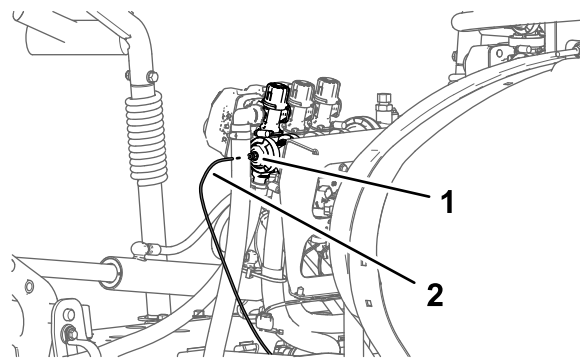

Figura 27
1. Premete sul collare per l'accoppiatore del tubo sul tappo terminale della valvola di sezione delle barre di destra (Figura 27).
2. Tirate il tubo di rilevamento della pressione per il manometro del cruscotto estraendolo dall'accoppiatore del tubo (Figura 27).